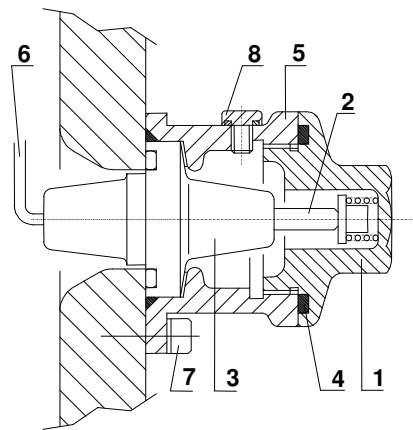

Fig. 21
A richiesta i passanti possono essere equipaggiati di presa PD (presa di tensione) che può essere utilizzata sia per la connessione a un "Potential Device" (dispositivo di misura della tensione), che per la misura del fattore di potenza (fig. 21).
Se il passante è provvisto di presa PD ma essa non viene usata, è necessario metterla sempre a terra lasciando avvitato il relativo tappo (fig. 21).
Se un "Potential Device" (dispositivo di misura della tensione) viene connesso alla presa di tensione PD, si raccomanda di riempire la presa con olio utilizzando il tappo di riempimento posto sulla parte superiore della presa (fig. 21 pos. 8), per evitare la formazione di scintille interne che risulterebbero alquanto pericolose.
Se la presa di tensione non è usata, si consiglia di controllare che il tappo di riempimento olio sia ben avvitato (fig. 21 pos. 8 - coppia di serraggio di 13 Nm). Al contrario l'ingresso di umidità potrebbe causare la corrosione della connessione elettrica con pericolosa formazione di scintille.
Se presente e non usata, controllare l'adeguato alloggiamento sia del tappo della presa PD che del tappo per il riempimento d'olio per impedire l'ingresso di umidità (Fig. 21). Se non utilizzata, la presa di tensione può rimanere vuota, tuttavia si consiglia di riempirla lo stesso di olio per evitare l'ingresso di umidità che, a lungo andare, potrebbe causare la corrosione dei contatti con conseguente formazione di scintille.